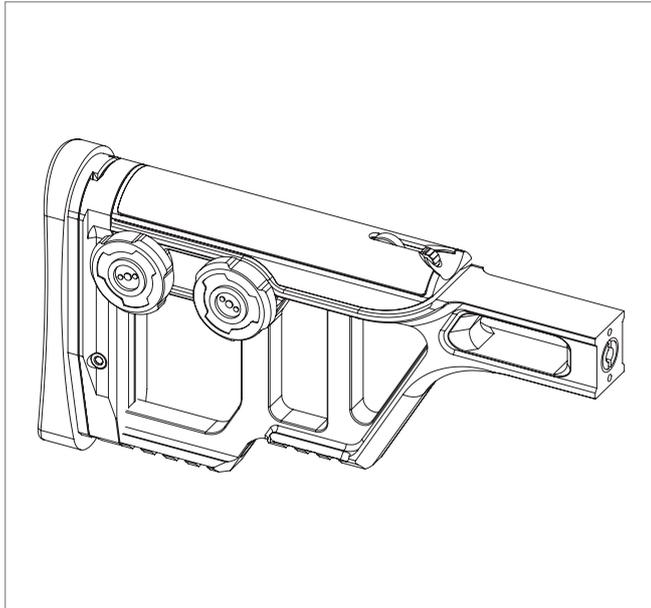

РИС. 49
- ▲ приклад лёгкий (общий вид на РИС. 49), устанавливается на модели ДВЛ-10, ТСВЛ-8, DXL-3;